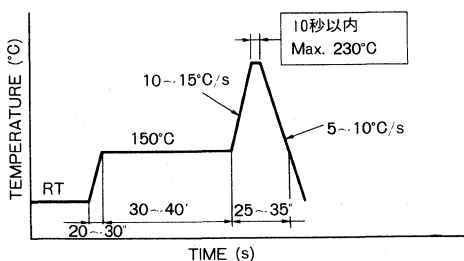

Fig. 15
1) ハンダリフロー法による場合、Fig. 15 に示す温度プロファイルを目安としてご使用願います。
1) When you use solder reflow method, use the temperature profile show in Fig. 15 as a guideline.